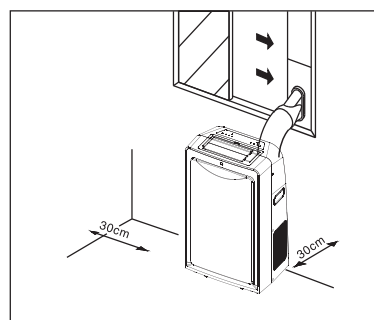

Рис. 7
- Подсоедините один конец шланга к отверстию кондиционера, предназначенному для выброса воздуха. Надавлив на шланг вниз, убедитесь, что он надежно закреплен (см. рис. 7).
- Подсоедините один конец шланга к отверстию кондиционера, предназначенному для выброса воздуха. Надавлив на шланг в указанном стрелкой направлении, убедитесь, что он надежно закреплен (см. рис. 7).